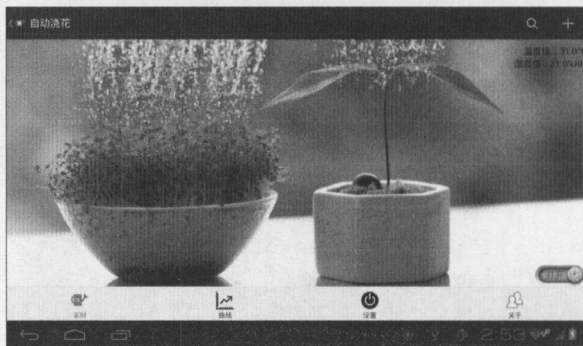

图 4.19 土壤温湿度实时数据显示
(1) 根据实际硬件平台修改代码中传感器节点的 IEEE 地址及智云 ID/KEY。
(2) 编译 AutoFlowering 工程, 并安装应用程序到 Android 开发平台或 Android 终端内。
(3) 设置 Android 终端设备接入到互联网或者与智云 Android 开发平台设备在同一个局域网内。进入自动浇花系统主界面, 在主界面弹出“连接网关成功”消息后即表示连接到智云服务中心。
(4) 连接网关成功后会发送查询温湿度值的命令并将温湿度值在右上角显示出来, 开发者也可以单击右下角的“打开/关闭”按钮来控制电机的开关, 如图 4.19 所示。